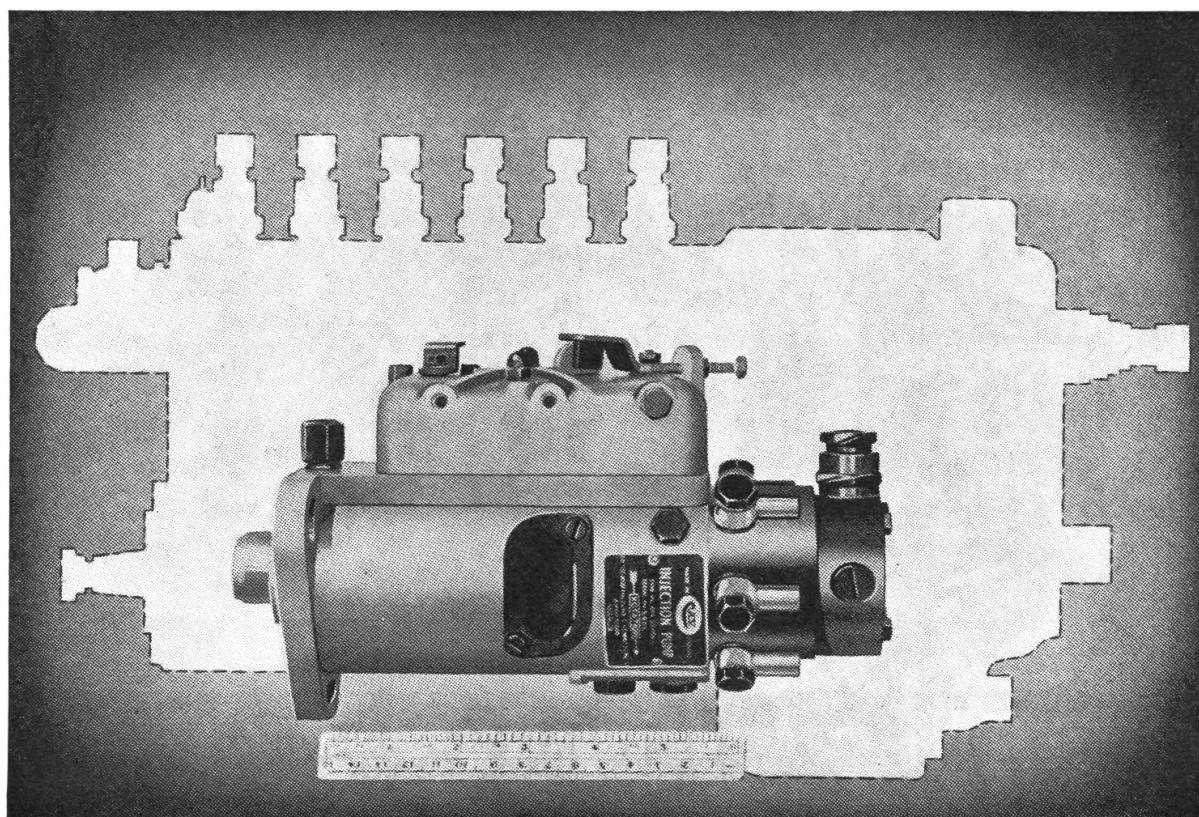

Abb. 1: Größenverhältnis zur bisher üblichen Kolbeneinspritzpumpe, für die gleiche Motorleistung.
1. für die gleiche Motorleistung ist die Bauart wesentlich kleiner (Abb. 1);